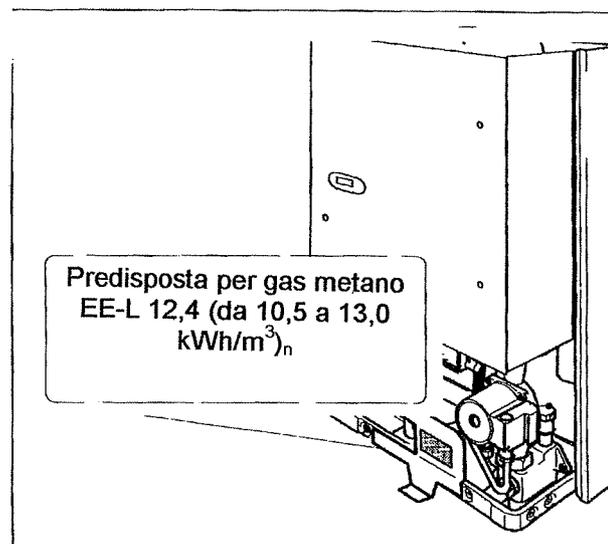

Fig. 41 Etichetta informativa sul tipo di gas
- ◆ Applicare sulla vecchia la nuova etichetta informativa relativa al tipo di gas (Fig. 41).